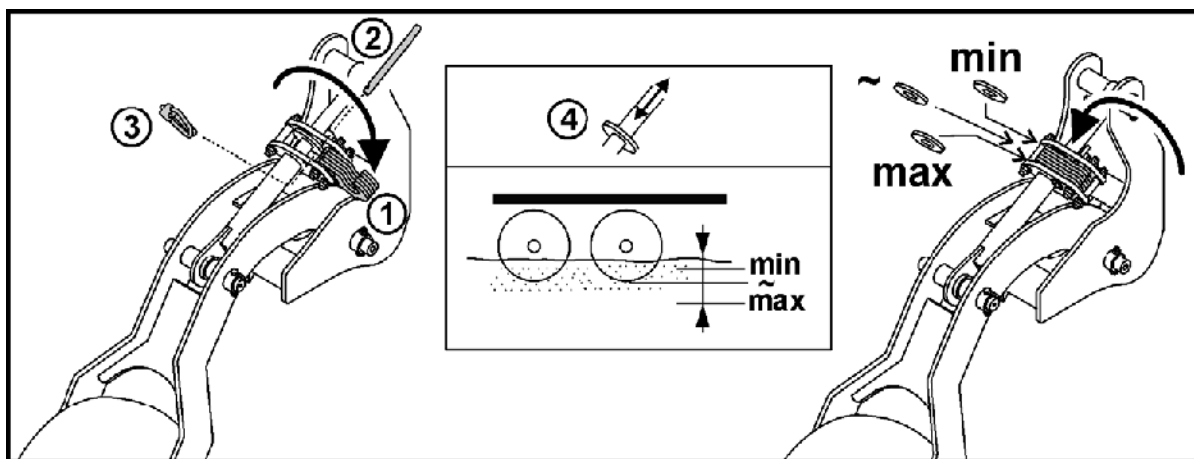

Fig. 26
Před nastavováním vytáhněte zajišťovací čep (Fig. 26/2).
Po nastavení zajistěte distanční prvky (Fig. 26/1) zajišťovacím čepem a sklopnou závlačkou (Fig. 26/3).
2. Vyklopte zadní distanční prvky (u obou ramen, směrem od dorazové podložky (Fig. 26/4)).